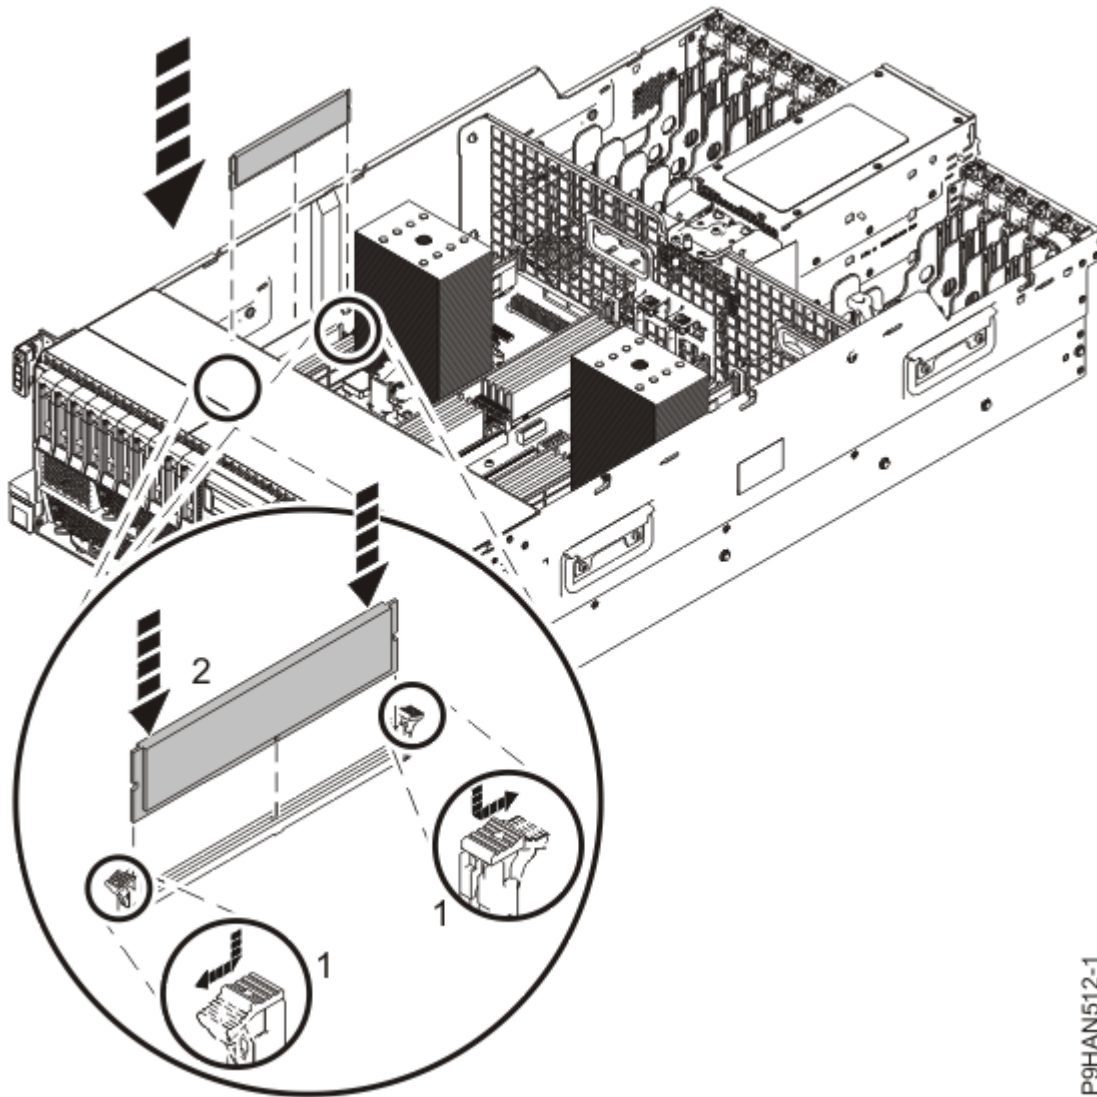

Figura 32. Sustitución de un módulo de memoria
4. Asegúrese de que las pestañas de bloqueo del módulo de memoria estén abiertas. Presione lentamente el módulo de memoria hacia abajo, firmemente en la ranura, hasta que las pestañas de bloqueo queden bien encajadas en su sitio. Consulte la Figura 32 en la página 41.